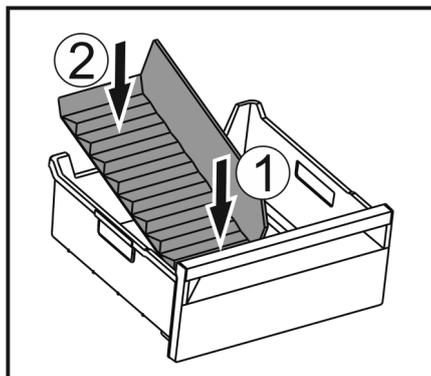

Fig. 171
- Inserire la parte anteriore del divisore dello scomparto del ghiaccio. Fig. 171 (1)
- Abbassare la parte posteriore del divisore dello scomparto del ghiaccio fino al fondo del cassetto. Fig. 171 (2)